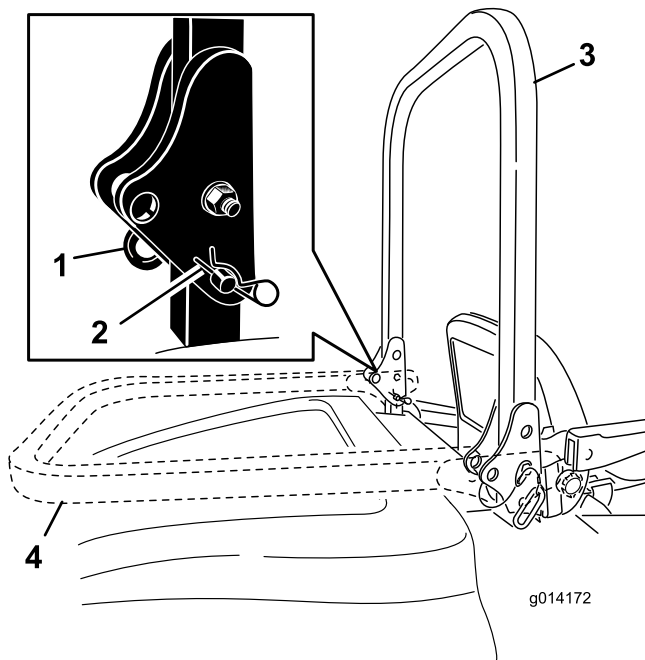

Figura 12
1. Para bajar la barra anti-vuelco, retire los pasadores de horquilla, empuje la barra hacia adelante contra los muelles, y retire los dos pasadores (Figura 12).
2. Baje la barra anti-vuelco (Figura 12).
3. Instale los dos pasadores y fíjelos con los pasadores de horquilla (Figura 12).
4. Para elevar la barra anti-vuelco, retire los pasadores de horquilla y retire los dos pasadores (Figura 12).
5. Eleve la barra anti-vuelco a la posición vertical, instale los dos pasadores y fíjelos con los pasadores de horquilla (Figura 12).